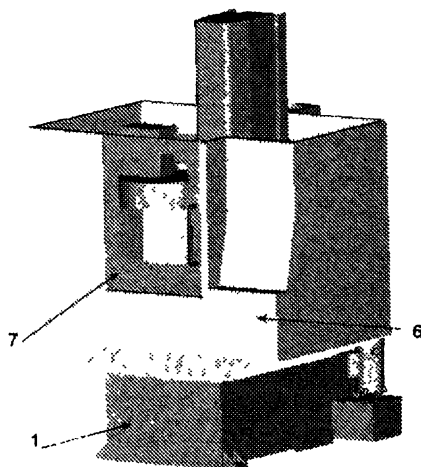

Рис. 1.3. Корпус станка.
Рассмотрим общую конструкцию вертикально-фрезерного станка с ЧПУ, который является наиболее универсальным и востребованным для любого типа производства (рис.1.3 и 1.4). *Станина* (1) предназначена для крепления всех узлов и механизмов станка. *Рабочий стол* (2) может перемещаться в продольном (влево/вправо) и поперечном (вперед/назад) направлениях по *направляющим* (3).